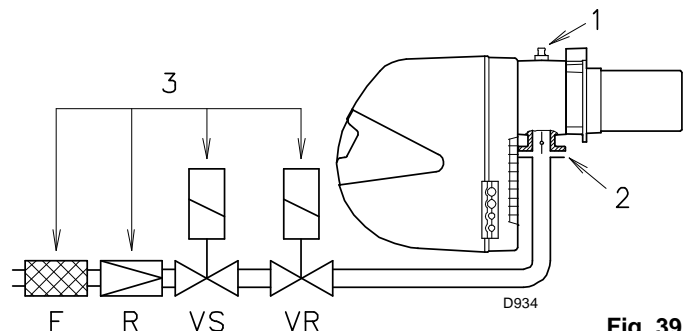

Fig. 39
Pression du gaz mesurée à la prise 1)(Fig. 39), avec:
Perte de charge du papillon gaz 2)(Fig. 39) avec ouverture maximale: 90°.
Perte de charge de la rampe 3)(Fig. 39) comprenant:
- Soustraire la pression dans la chambre de combustion de la pression du gaz à la prise 1)(Fig. 39).
- Pression du gaz à la prise 1)(Fig. 39) = 8 mbar
Par contre, pour connaître la pression de gaz nécessaire à la prise 1)(Fig. 39), après avoir fixé la puissance maximale de fonctionnement du brûleur:
- Lire la pression à la prise 1)(Fig. 39) sur la droite, colonne 1.
pression nécessaire à la prise 1) (Fig. 39).